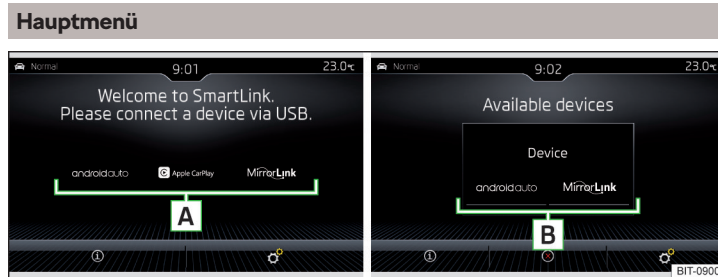

Abb. 149 **Unterstützte Kommunikationssysteme / Beispiel verfügbarer Kommunikationssysteme des angeschlossenen externen Geräts**
Ist kein externes Gerät angeschlossen, dann wird ein Menü mit unterstützten Kommunikationssystemen SmartLink angezeigt **[A]** » Abb. 149.
### **Hauptmenü** » Abb. 149
- › Die Verbindung mittels „Android Auto“ **[B]** » Abb. 149 auf Seite 138 wählen.
- Die Verbindung mittels „Apple CarPlay“ **B** » Abb. 149 auf Seite 138 wählen.
- › Die Verbindung mittels „MirrorLink®“ **B** » Abb. 149 auf Seite 138 wählen.